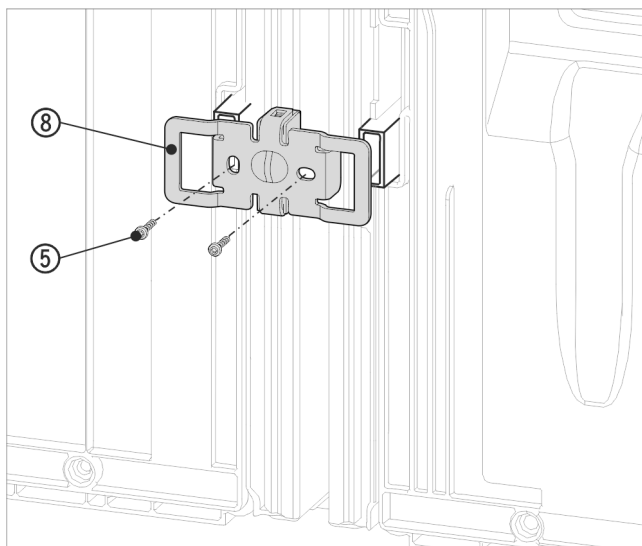

Fig. 19 Illustrationen är ett exempel
- ▶ Tryck fast vinkeln Fig. 19 (8) med uttagen över intaget för väggdistansen.
- ▶ Dra åt med två skruvar Fig. 19 (5).